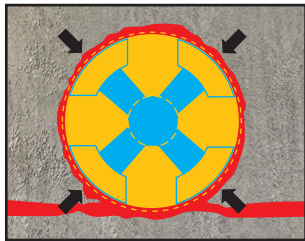

fig. 3
- Lorsqu'on utilise des résines acryliques ou des ciments ultrafins en suspension pour l'injection, les VT 1 et VT 2 peuvent être rincés et nettoyés à l'eau par aspiration une fois les fuites traitées et les travaux d'injection terminés. Le tuyau est prêt pour une nouvelle injection si elle s'avère nécessaire. **(fig. 3 + 4)**